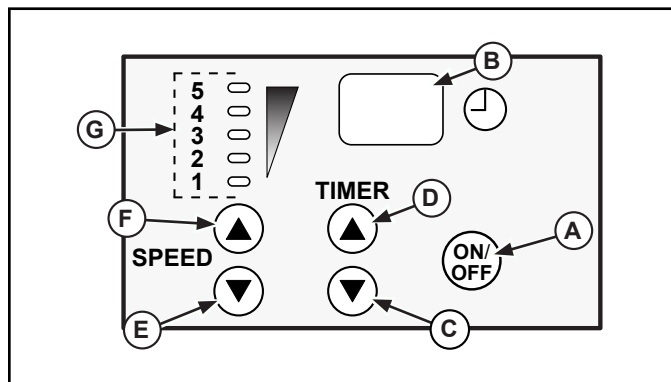

Abbildung 5. 6,6- und 11-l-Mixer – Bedienfeld.
2. Die den Zutaten entsprechende Betriebsgeschwindigkeit einstellen. Die Drehzahl mit der Taste „Höhere Geschwindigkeit“ (E) oder „Niedrigere Geschwindigkeit“ programmieren. Siehe Abbildung 5.
3. Auf Wunsch den Zeitschaltzyklus mit der Taste „Mehr Zeit“ (C) oder „Weniger Zeit“ (D) einstellen. Maximal können 30 Minuten eingestellt werden.
4. Zum Start des Mischzyklus die Betriebstaste (A) drücken. Der Mixer läuft, bis erneut die Betriebstaste (A) gedrückt wird oder der Zeitschaltzyklus abgelaufen ist.